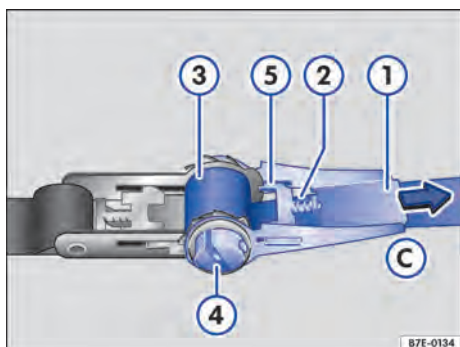

Fig. 144 Apertar o cinto com catraca.
2. Pressionar o cursor → Fig. 144 ② para fora.
3. Mover a alavanca → Fig. 144 ① para a posição ③ até que o cursor ② encaixe na posição final ⑤. O eixo com fenda ④ está no modo de movimento livre.